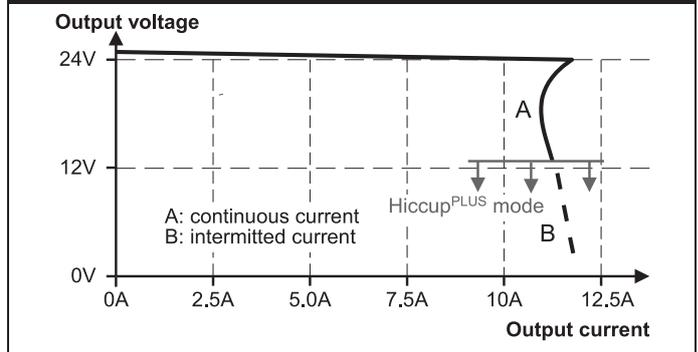

Abbildung 7
- Das Gerät ist mit der Überlastcharakteristik HiccupPLUS ausgestattet. Bei starker Überlastung (sobald die Ausgangsspannung unter 13V fällt) liefert das Gerät einen kontinuierlichen Ausgangsstrom für 2,8s. Danach wird der Ausgang für 7s ausgeschaltet, bevor automatisch ein neuer Startversuch mit 1,2s durchgeführt wird. Dieser Zyklus wird wiederholt, solange die Überlastung existiert. Wenn die Überlastung behoben wurde, arbeitet das Gerät normal (siehe Abbildung 7).